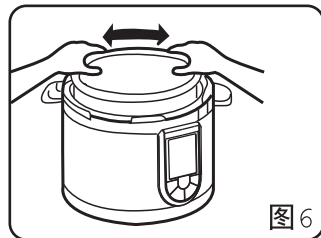

图6
- 3、将内胆放于保温罩内。放入前先把内胆及发热盘抹干净，保温罩内及发热盘表面不得放入杂物；放入后，左右轻轻旋转内胆，保持内胆与发热盘接触良好。(见图6)